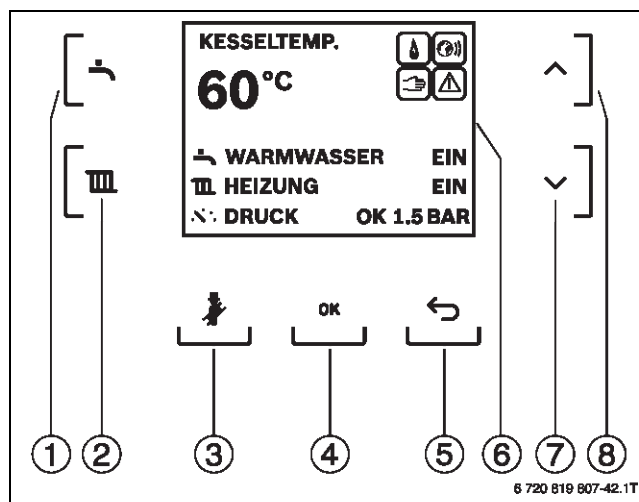

Bild 82 Anzeige und Bedienelemente des Basiscontrollers Logamatic BC30 E
- Warmwasser-Einstellung über das Menü **WARMWASSER**; Aufruf des Menüs mit Taste Warmwasser (→ Bild 82, [1])
- Heizungs-Einstellung über das Menü **HEIZUNG**; Aufruf des Menüs mit Taste Heizung (→ Bild 82, [2])
- Manueller Betrieb z. B. für Abgastest; Taste Schornsteinfeger länger als 3 Sekunden drücken (→ Bild 82, [3])
- Statusanzeige und Störungsdiagnose in einem LC-Display (→ Bild 82, [6])
- Notbetrieb: Taste Schornsteinfeger länger als 8 Sekunden drücken (→ Bild 82, [3])